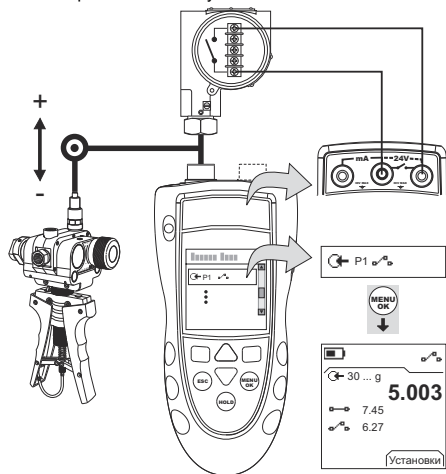

Рисунок 4: Пример конфигурации. Проверка выключателя
1. Подключите прибор (Рисунок 4) и при необходимости отрегулируйте Set Up (Настройка) (Таблица 1).